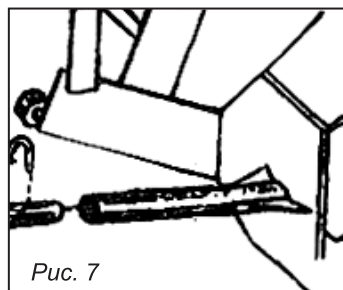

Рис. 7
1. Соединить корпус косилки с мотоблоком, как показано на *рис. 7* и зафиксировать стопором, имеющимся в комплекте мотоблока.
9. Проверить настройку высоты среза и при необходимости отрегулировать при помощи опор (*рис. 7*).